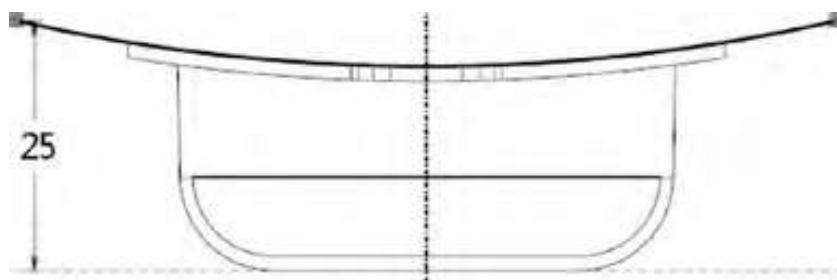

图4-31 圆弧与参考零件口部的边线重合
Step 13 单击“重合”按钮 \square ，使圆弧与参考零件口部的边线重合，如图4-31所示。